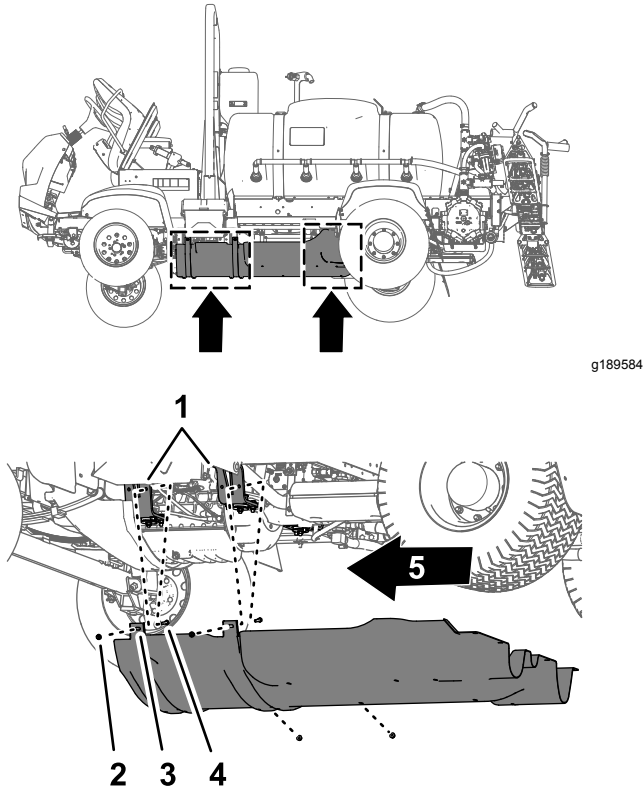

图 96
1. 将底盘保护罩与机器的底部机箱对齐。图 96
2. 将底盘保护罩的前安装法兰滑动到机器发动机安装支架上的螺栓和托架螺栓上方图 96。
3. 使用在4 拆下底盘保护罩 (页码 7) 的步骤 2 中卸下的 4 个凸缘锁紧螺母5/16 英寸将底盘保护罩安装到发动机安装支架上图 96。